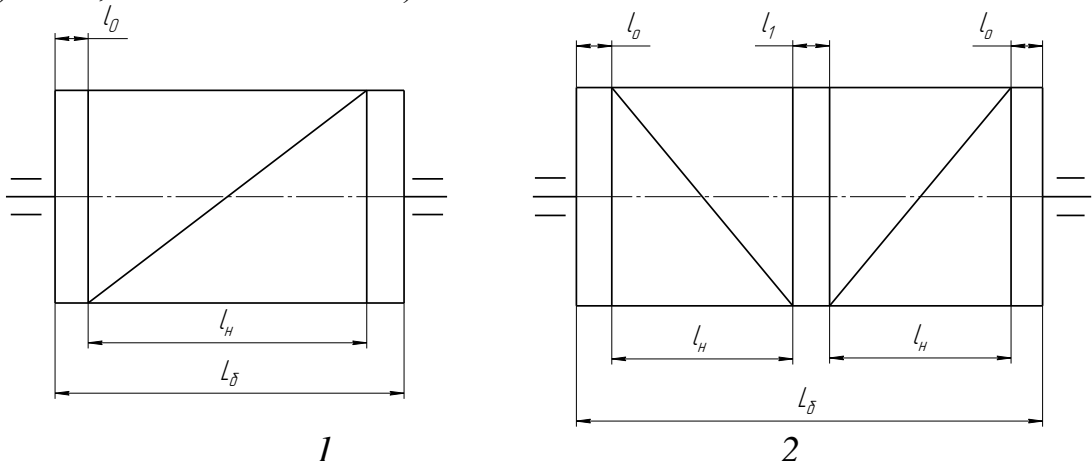

Рисунок 2.3.1 – Схемы для расчета длины барабана
2.3.12 Укажите схему барабана для простого полиспаста (рисунок 2.3.1).